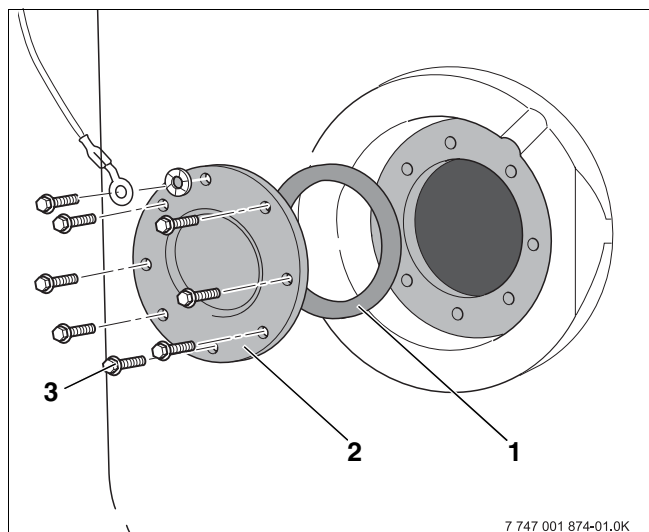

Fig. 11 Smontaggio del coperchio d'ispezione
- Svitare completamente le viti a testa esagonale (fig. 11, **pos. 3**) dal coperchio d'ispezione (fig. 11, **pos. 2**).
- Rimuovere il coperchio del passamano e la guarnizione del medesimo (fig. 11, **pos. 1**) dall'accumulatore.